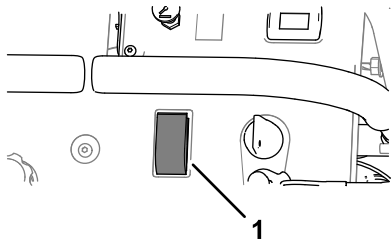

Figura 43
- Ponga el interruptor de la bomba de fumigación en la posición de ACTIVADO (Figura 43).